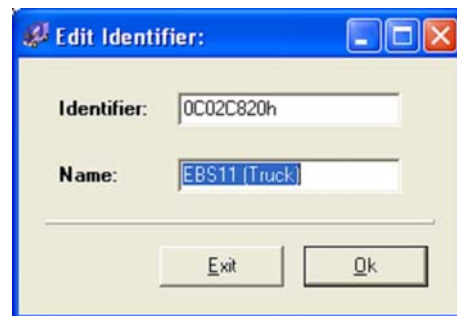

Fig. 6 Dialoog voor het bewerken van een identifier
- Voer in deze dialoog de ID en een vrij te kiezen naam in (zie afb. 6).